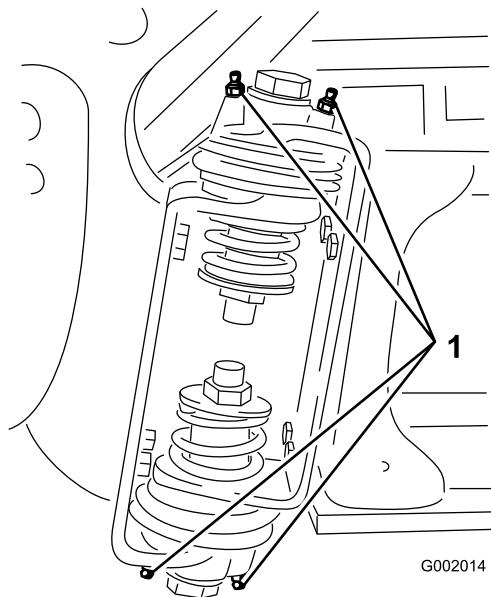

Figura 61
2. Introduza massa lubrificante no rolamento ou casquilho de cada união (Figura 61).